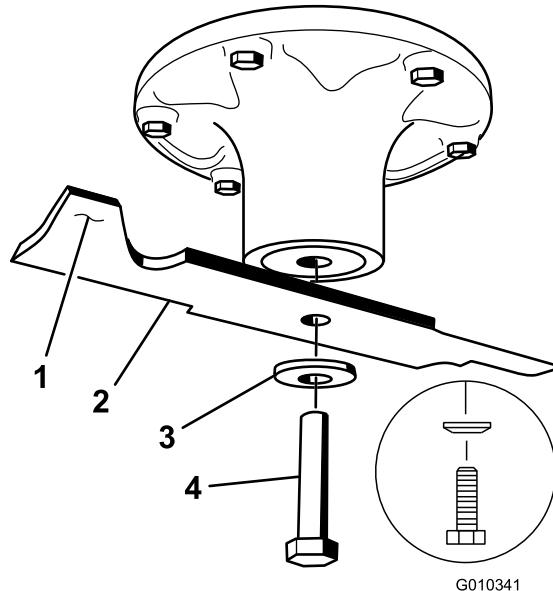
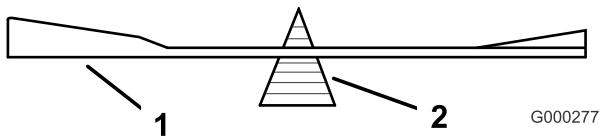

Figure 59
Figure 61
Tenez la lame à son extrémité avec un chiffon ou un gant épais. Enlevez de l'axe, le boulon, la rondelle bombée et la lame (Figure 59).
2. Vérifiez l'équilibre de la lame en la plaçant sur un équilibrEUR (Figure 61). Si la lame reste horizontale, elle est équilibrée et peut être utilisée. Si la lame est déséquilibrée, limez un peu l'extrémité de la partie relevée seulement (Figure 59). Répétez la procédure jusqu'à ce que la lame soit équilibrée.
1. Placez la lame sur l'axe (Figure 59).
2. Installez la rondelle élastique et le boulon de la lame. Le cône de la rondelle élastique doit être dirigé vers la tête du boulon (Figure 59). Serrez le boulon de lame à un couple de 135 à 150 Nm.